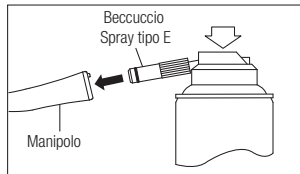

Fig. 7
- 2) Inserire il beccuccio spray nella parte posteriore del manipolo. Mantenere il manipolo e il beccuccio in tale posizione per circa 2-3 secondi. Erogare il lubrificante fino a quando non fuoriesce dalla testina del manipolo (per almeno 2 secondi) (Fig. 7).
- 3) Lubrificare il manipolo usando NSK PANA SPRAY Plus / PANA SPRAY (Fig. 7) o un sistema di pulizia e lubrificazione automatico per manipoli NSK.